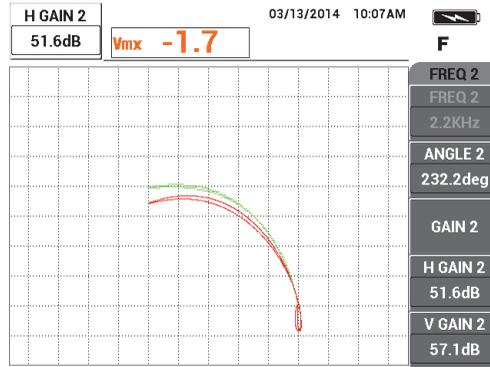

Figura 5-125 Regolazione dell'ampiezza orizzontale del segnale della frequenza 2
15. Premere nuovamente due volte il tasto GAIN (**dB**) ed in seguito diminuire l'ampiezza orizzontale del segnale della frequenza 2 (rosso) fino a quando si estende esattamente 5 frazioni alla sinistra del punto zero (vedere Figura 5-125 a pagina 228).